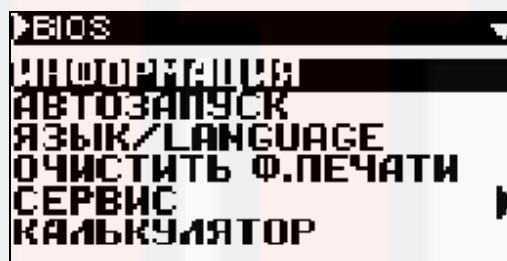

Рис. 3 Меню BIOS
4.2.1 Находясь в Главном меню, жмите клавишу **Esc** на дисплее появится меню BIOS (рис. 3).